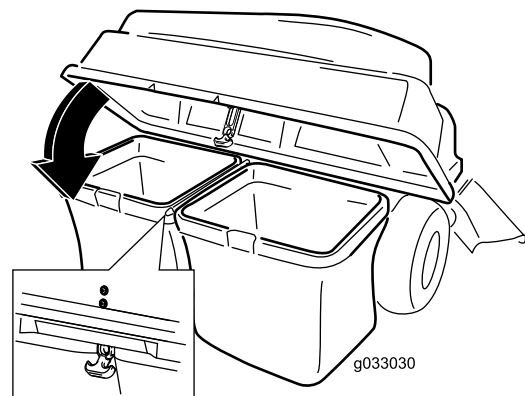

Bild 23
5. Senken Sie die Abdeckung des Heckfangsystems auf die Körbe ab (**Bild 23**).